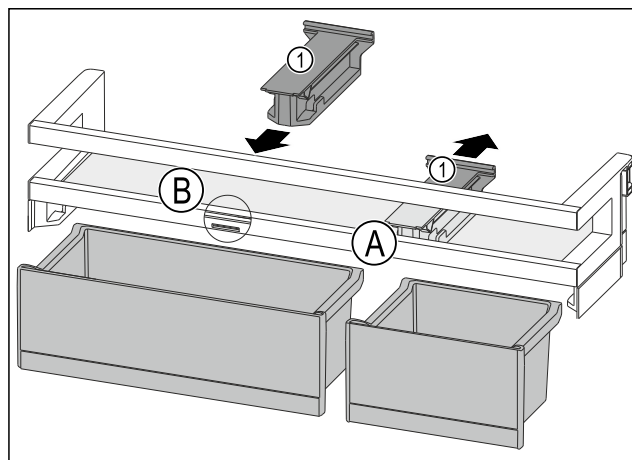

Fig. 193
- ▶ Τραβήξτε και αφαιρέστε προς τα πίσω το εξάρτημα συγκράτησης Fig. 193 (1) στη θέση Fig. 193 (A).
- ▶ Τοποθετήστε το εξάρτημα τοποθέτησης Fig. 193 (1) στη θέση Fig. 193 (B).